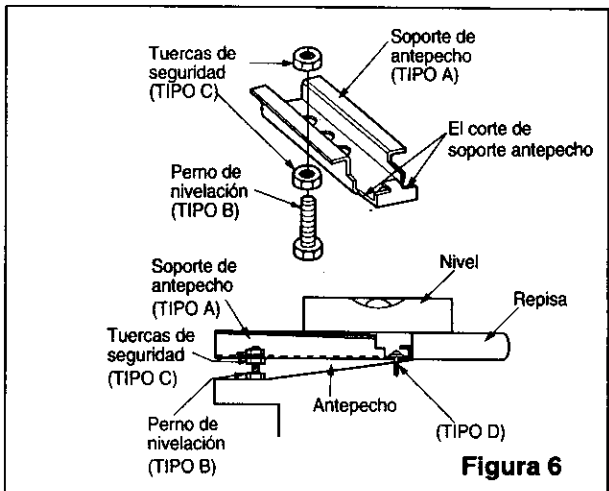

Figura 6
- Vuelva a ajustar el perno de nivelación según sea necesario para ajustar la altura del extremo exterior del soporte de antepecho a la altura de la repisa de la ventana, como se muestra en la Figura 6. Usando un nivel de burbujas, el equipo de aire acondicionado debe quedar ligeramente inclinado hacia la parte posterior del equipo de aire acondicionado (media burbuja), para que se vacie apropiadamente. Seguidamente apriete las tuercas de seguridad con una llave o unos alicates.